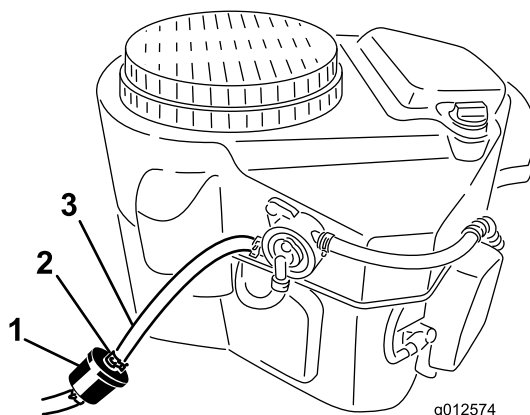

Figure 32
4. Pincez les extrémités des colliers et éloignez les colliers du filtre (Figure 32).